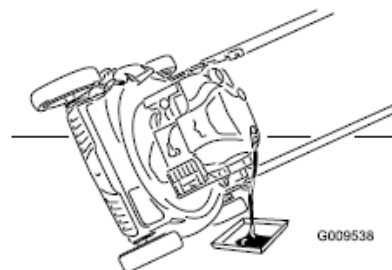

Figure 22
4. Kosiarkę przechylić na bok, filtrem powietrza skierowanym ku górze, olej wylać przez rurkę wlewu oleju (Fig. 22).